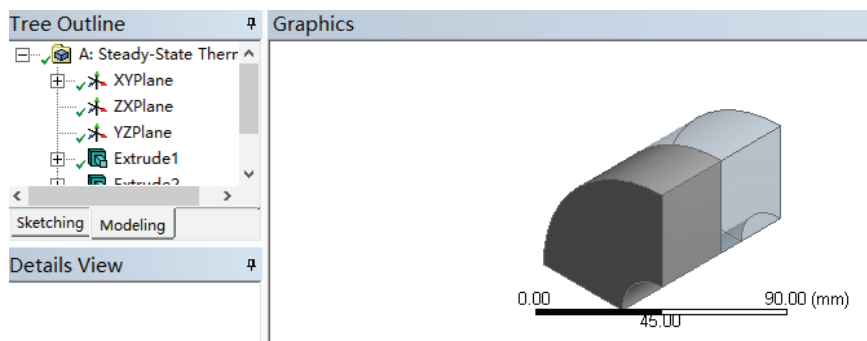

图 22-6 DM 模型
3) 双击项目 A 中的 A2 栏 Geometry，此时会进入到 DM 界面，查看几何模型如图 22-6 所示，此时如果设计树中显示 ⚡，表示需要生成模型，此时进行步骤 4)，否则可直接进入步骤 5)。